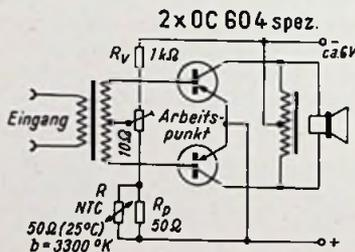
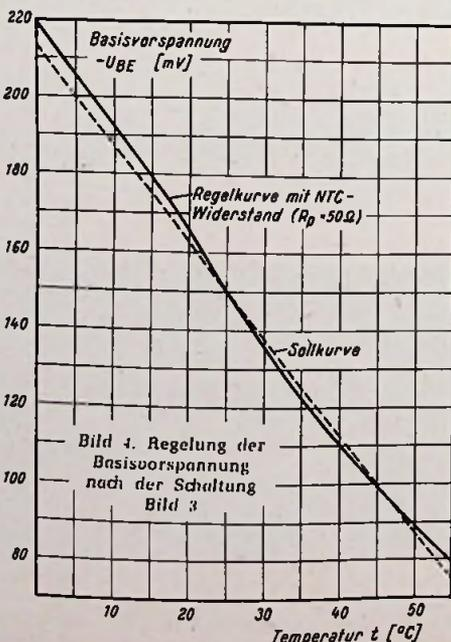

Bild 3. Transistor-B-Endstufe mit NTC-Widerstand
Bild 4. Regelung der Basisvorspannung nach der Schaltung Bild 3
Bei Germanium-Transistoren steigt der Kollektorstrom mit der Sperrschichttemperatur so stark an, daß die Transistoren bei Erhöhung der Umgebungstemperatur zerstört werden können. Um den Kollektorstrom konstant zu halten, muß man daher die negative Basisvorspannung $-U_{BE}$ um etwa $2\text{--}2,5\text{ mV}/^\circ\text{C}$ erniedrigen (mit steigendem Kollektorstrom verringert sich dieser über einen weiten Temperaturbereich konstante Koeffizient etwas). Bei Transistor-Endstufen würde die bei Vorstufen oft angewandte Temperaturstabilisierung durch einen Emittierwiderstand zuviel Leistung und Verstärkung vernichten. Man regelt daher besser z. B. nach Bild 3 die Basisvorspannung mit dem Spannungsteiler aus R_1 und dem NTC-Widerstand R parallel zu R_1 . Für die Stabilisierung des Arbeitspunktes, d. h. des Ruhestromes, sollte der Teilerstrom etwa das Doppelte des Basisstromes bei Vollaussteuerung betragen. Da die Abstufung der Lieferbaren Werte für die NTC-Widerstände sehr grob ist, kommen für die meisten Fälle nur ein bis zwei Werte in Betracht. Mit R_1 läßt sich eine Anpassung der Regelkurve des NTC-Widerstandes R an die Sollkurve für zwei Temperaturen durchführen. Wenn der Teilerstrom groß gegen den Basisstrom und $R_1 \gg R R_1$ ist, ergibt sich näherungsweise:
Die Indizes 1 und 2 bezeichnen die zur Temperatur T_1 und T_2 gehörigen Werte. R_1 ist also der Widerstandswert für die Temperatur T_1 . Meist kann man für $T_1 = 25^\circ\text{C}$ wählen, so daß dann der Wert r_2 direkt aus der Kurventafel abgelesen werden kann, die nach der Tabelle oben links gezeichnet wurde. Für eine Basisvorspannung $-U_{BE1} = 150\text{ mV}$ für $T_1 = 25^\circ\text{C}$ und einen Transistor-TK von $2,5\text{ mV}/^\circ\text{C}$ ergibt sich für $T_2 = 45^\circ\text{C}$, d. h. ein Temperaturunterschied von 20° , eine Erniedrigung der Basisvorspannung um 50 mV auf $-U_{BE2} = 100\text{ mV}$. Nach Gleichung (7) errechnet sich für die Schaltung Bild 3 der Wert R_1 zu $47,6\ \Omega$. Bei der genauen Festlegung des Arbeitspunktes, z. B. des Kollektorrühstromes $-I_c \leq 3\text{ mA}$, muß man die Streuungen der Einzelteile, die bei dieser Berechnung vernachlässigt wurden, noch berücksichtigen. Ohne Temperaturkompensation würde dieser Ruhestrom auf fast den 4fachen Wert von 25 bis 45°C ansteigen. Bild 4 zeigt die Basisvorspannung in Abhängigkeit von der Temperatur mit $R_1 = 50\ \Omega$ (gängiger Widerstandswert).